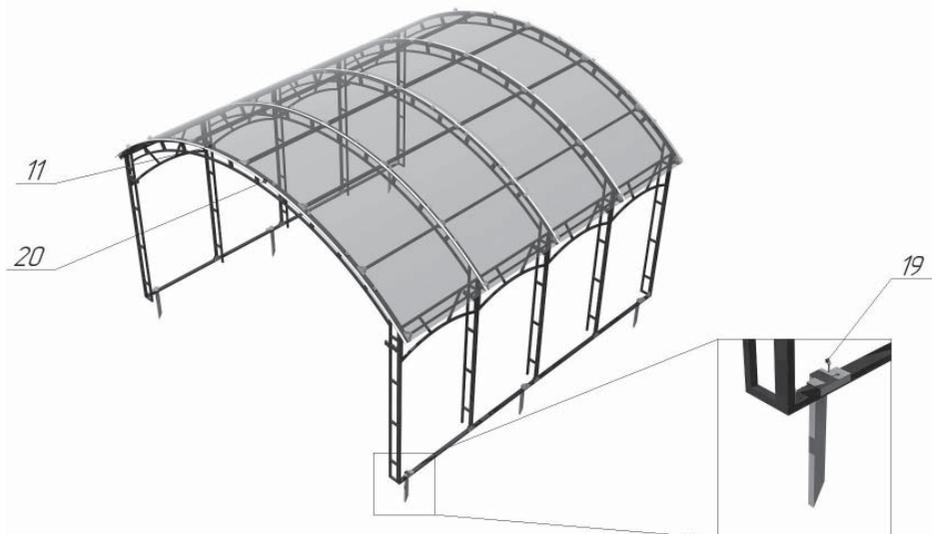

Рисунок12
**21.** Устанавливаем на каждую арку, поверх поликарбоната, оцинкованную ленту **поз. 20** и прикручиваем её саморезами с прессшайбой **поз.11**. См.Рис.12.
**22.** Фиксируем навес с помощью «якорей» (в комплект поставки не входят) и саморезов  $\text{Ø}3.9 \times 19$  **поз. 19**. См. Рис.12